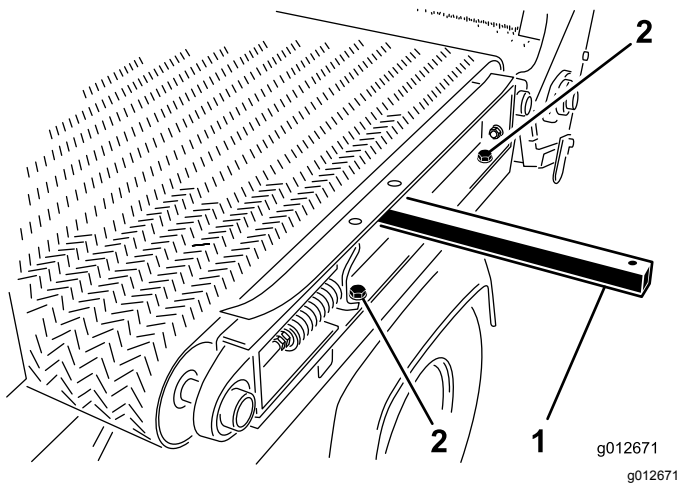

图29
5. 在机器左侧卸下将滑行机架轨道固定至左挡泥板上的2个平头螺丝和2个垫圈图29。
1. 将提升杆插入滑行机架轨道左侧的孔中提起提升杆以轻微倾斜机架轨道请参阅 拆除滑行滚道 \(页码 18\) 中的图29。